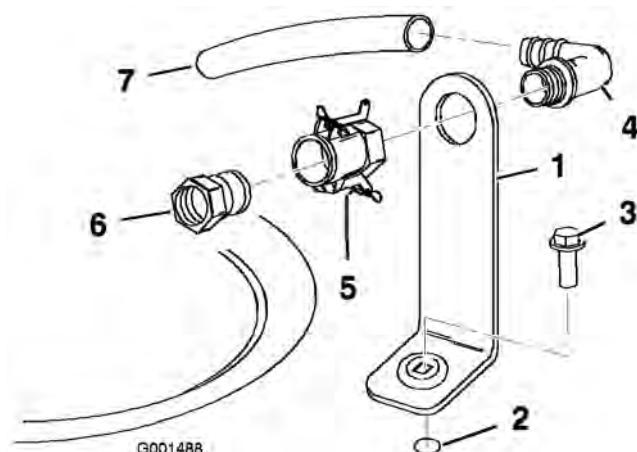

Figura 3
- Ponete la staffa del connettore di riempimento sopra il foro filettato nel serbatoio, e fissatela con un bullone a testa flangiata (5/16 x 3/4 pollici) (Figura 3).
- Inserite l'estremità filettata del raccordo a 90° nella staffa ed infilatevi il giunto ad accoppiamento rapido, fissandolo alla staffa (Figura 3).
- Montate l'adattatore del flessibile nel giunto ad accoppiamento rapido (Figura 3).
- Bloccate l'adattatore spostando le leve verso di esso, e fissatele con le coppiglie (Figura 3).
- Montate il flessibile di non ritorno sull'estremità dentellata del raccordo a 90° (Figura 3).